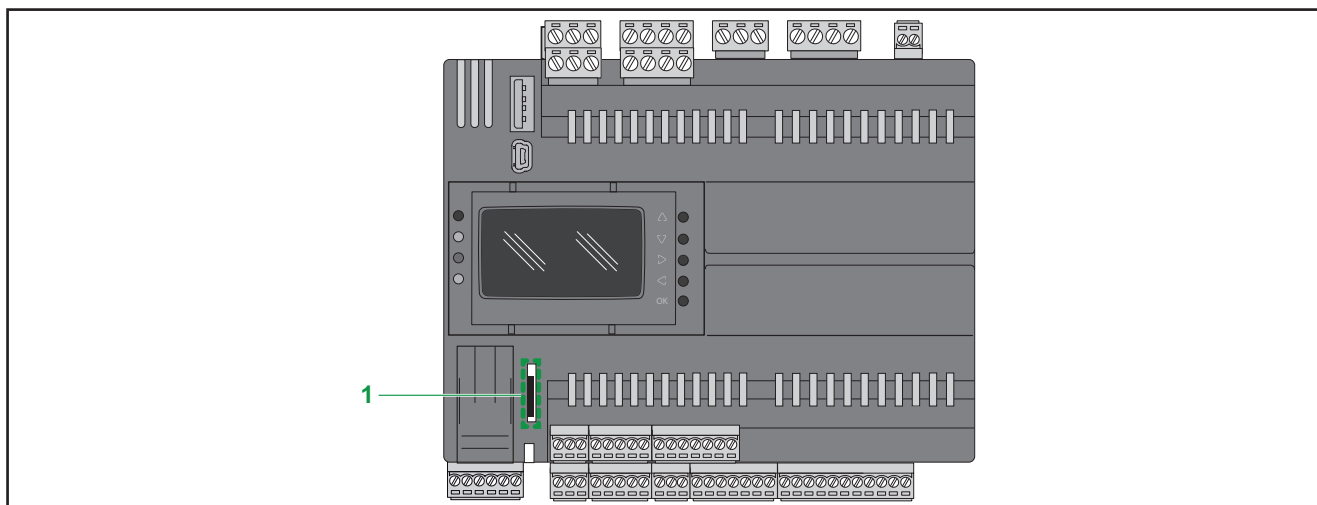

Рис. 51. EWCM 9000 PRO (HF): Слот карты памяти
Контроллер **EWCM 9000 PRO (HF)** имеет слот для подключения карточки памяти (см. указатель 1 на **РисРис. 51 на странице 75**) типа micro SD, которая используется в некоторых случаях для расширения внутренней памяти.